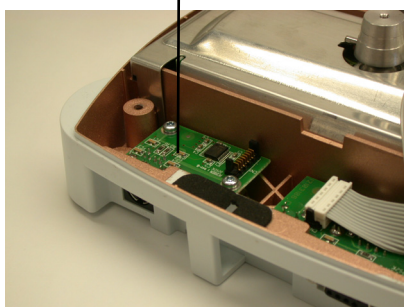

Figure 2C.
7. Montez le circuit imprimé de la deuxième interface RS232 dans les emplacements correspondants et fixez l'ensemble avec les 2 vis fournies (reportez-vous à la figure 2C).